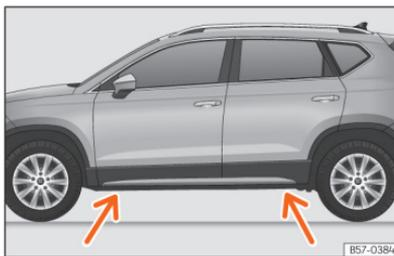

Fig. 228 Pontos de apoio do macaco.
- Procure na longarina a marca do ponto de apoio do macaco (zona afundada) mais próximo da roda a substituir » » » **Fig. 228**.